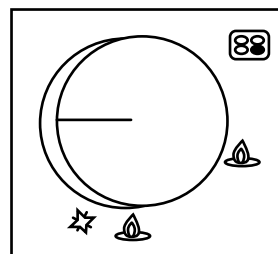

fig. 5
- Tourner le bouton (fig. 5) correspondant au brûleur choisi dans le sens inverse des aiguilles d'une montre et positionnez le sur la position MAXIMUM (grande flamme).
- Tournez le bouton (fig. 5) correspondant au brûleur sélectionné dans le sens inverse des aiguilles d'une montre et positionnez-le sur MAXIMUM.